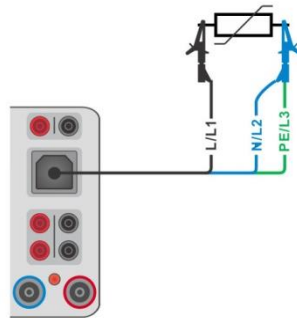

Abbildung 6.35: Anschluss des 3-Leiter Prüfadapters
- Verbinden Sie das 3-adrige Prüfkabel mit dem zu prüfenden Gerät, siehe **Abbildung 6.35**.